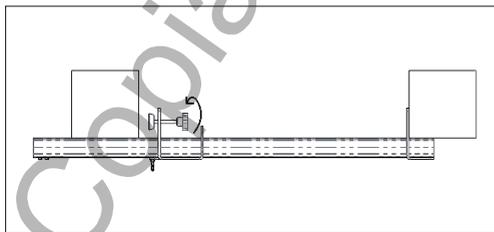

Figura 3.
- Bloccare il dispositivo alla struttura ruotando il pomello di regolazione/fissaggio [Figura 3].